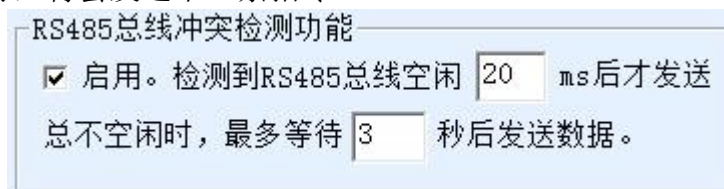

图 42 RS485 防冲突空闲时间
1. 图 42 所示为“RS485 总线防冲突时间”，一般可以设置为参数配置界面右下角的“数据包间隔”的两倍，但是最小不能小于 20。
此时需要注意的是需要将图 42 所示为“RS485 总线防冲突时间”和图 41 所示为“RS485 指令应答超时时间”的两个勾去掉。否则无法实现上述转发功能。